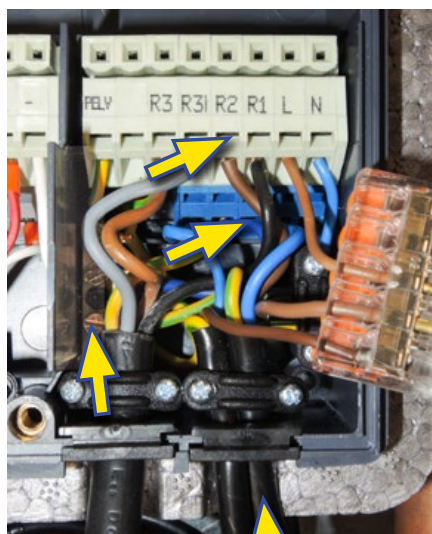

Figura 7: Collegamento del circolatore del ricircolo.
- ✓ Entrare nella centralina con il cavo del circolatore, attraverso l'apposito passaggio cavi, come illustrato nella foto in figura 7.